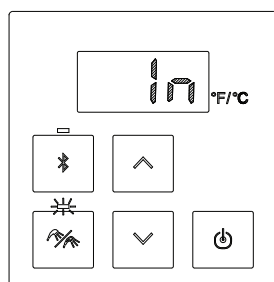

Fig. 4
1. Sul display del pannello comandi a bordo dell'apparecchio verrà visualizzata la sigla 'In', che indica la tipologia di scarico per interno (Fig. 4).